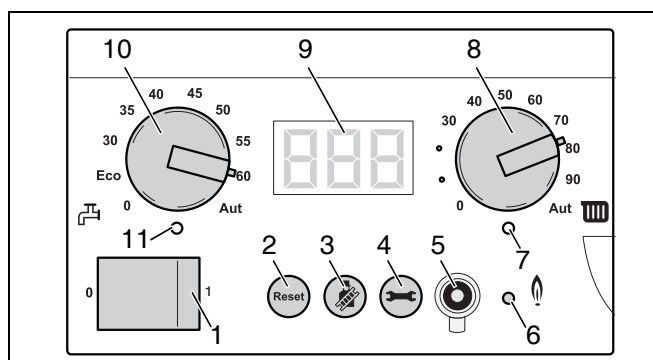

Fig. 52 Regolatore di base BC10
Il LED "Bruciatore" (On/Off) (fig. 52, pos. 6) si accende quando il bruciatore della caldaia è in funzione e si spegne quando il bruciatore si arresta.
Il LED "Richiesta di calore" (fig. 52, pos. 7) è acceso se mediante la regolazione viene richiesto un apporto termico e si spegne quando questa richiesta di calore non è più presente.
Con la manopola per la temperatura massima dell'acqua della caldaia (fig. 52, pos. 8) è possibile impostare il limite superiore della temperatura dell'acqua della caldaia. L'unità di misura sono i °C.